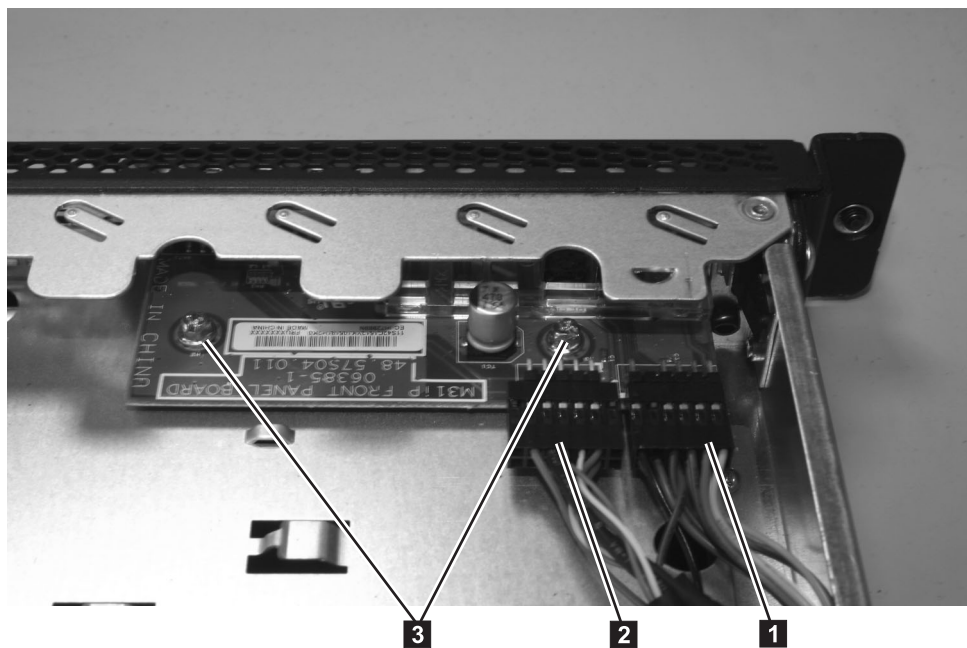

図219. SAN ボリューム・コントローラー 2145-8A4 オペレーター情報パネル
1. 図 219 に示すように、ライト・パネル・ケーブル **1** および前面 USB ケーブル **2** を オペレーター情報パネル・ボードに接続します。